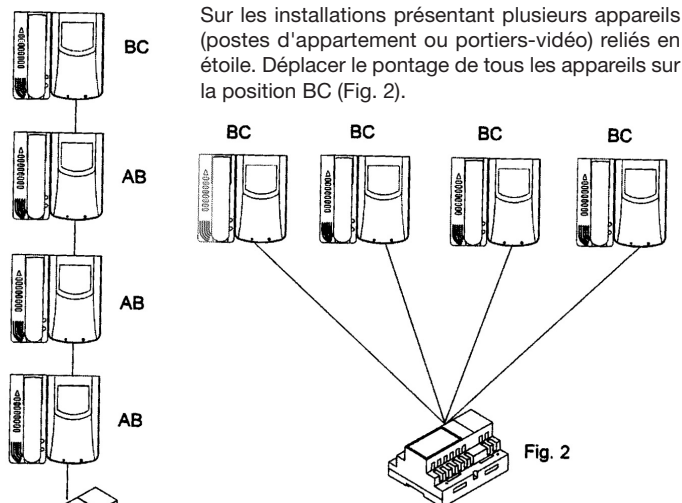
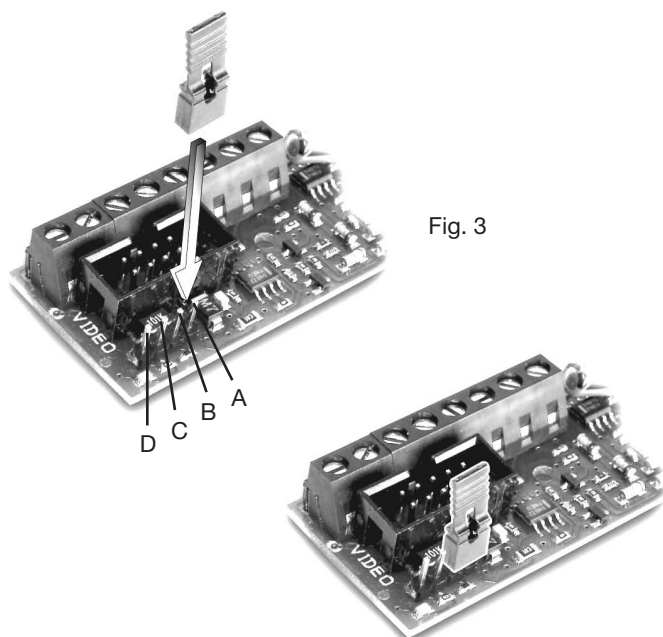

Fig. 1
Fig. 3
Le poste renferme un connecteur et un pontage pour la stabilisation du signal vidéo (voir fig. 3); utiliser ce pontage dans les cas suivants : sur les installations présentant plusieurs appareils (postes d'appartement ou portiers-vidéo) reliés en série. Déplacer le pontage uniquement sur le dernier appareil sur la position BC et laisser les pontages des autres appareils sur la position initiale (AB) (Fig. 1).